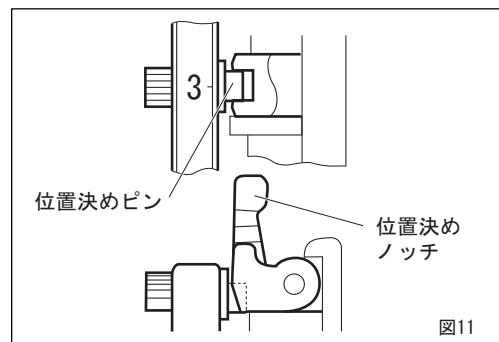

図11
③一度目のねじが切れたら位置決めノッチを起こし、位置決めピンをノッチの溝に入れてください。(図11)
④ダイヘッドを再びセットの位置にして二度目のねじ切り作業を行えば規格通りのねじが切れます。